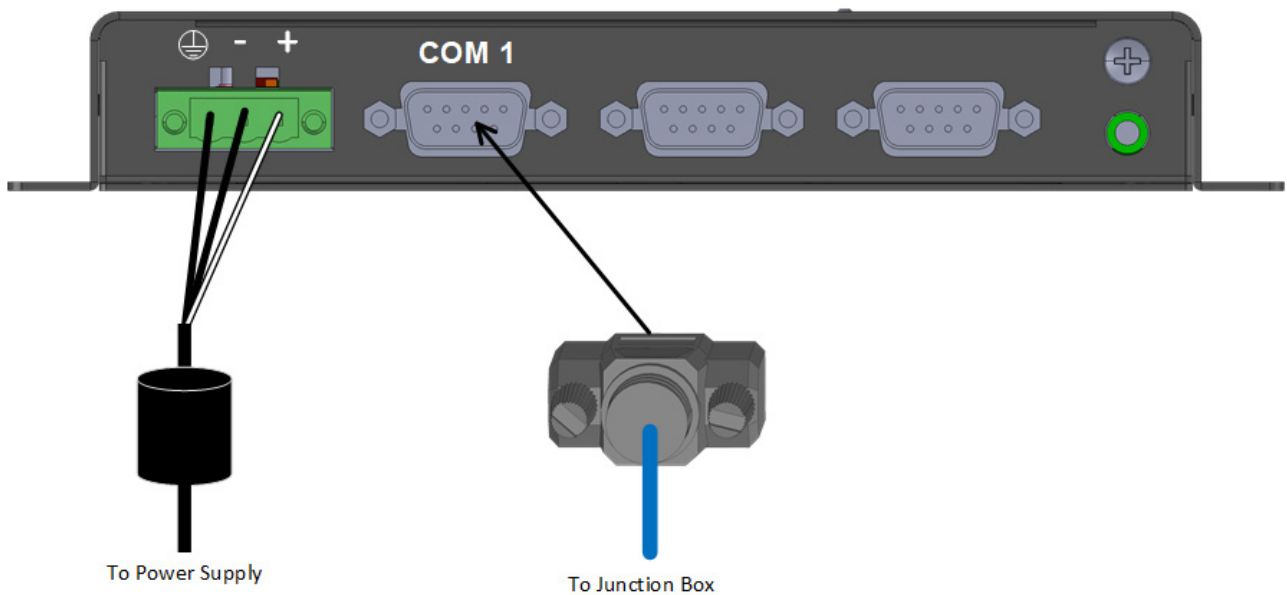

Figura 7: Insira o conector de 9 pinos
1. Insira o conector de 9 pinos da caixa de passagem na entrada COM1 (Figura 7).